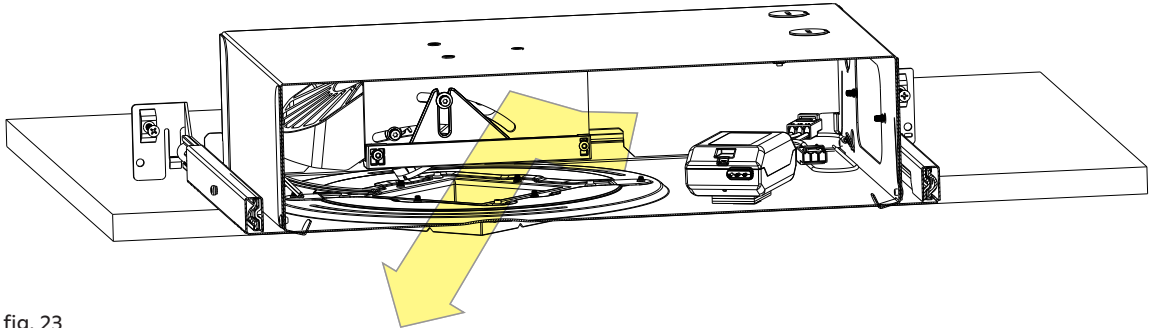

fig. 23
- Tirez sur le câble pour libérer l'alimentation du luminaire à travers l'ouverture (voir fig. 23).